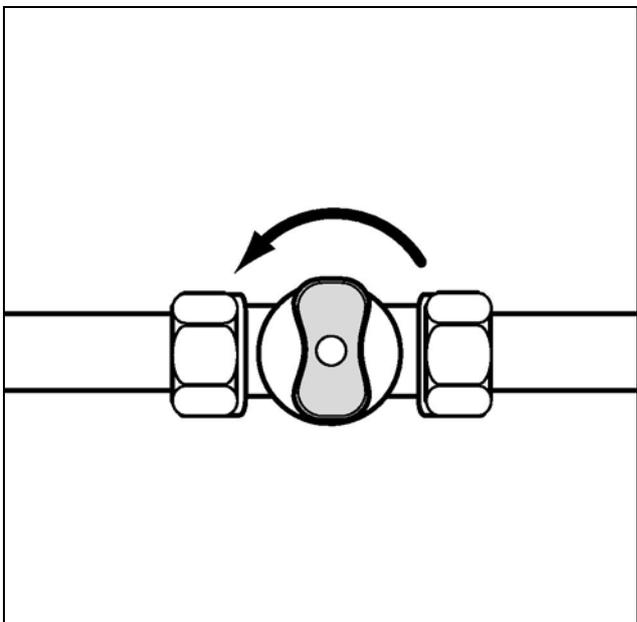

Рис. 2 Открывание газового запорного вентиля
- Закройте газовый запорный вентиль (рис. 2)